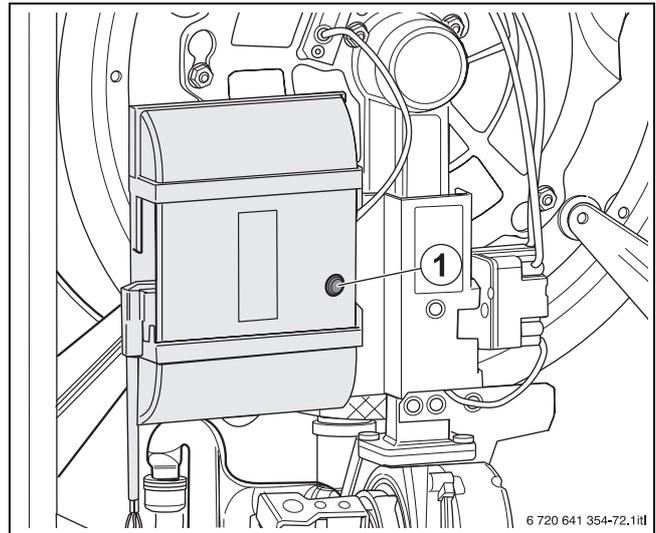

Fig. 68 Risoluzione (reset) delle anomalie sugli automatismi di combustione SAFe
- ▶ Premere il tasto **Reset** sugli automatismi di combustione (→ Fig. 68, [1]).